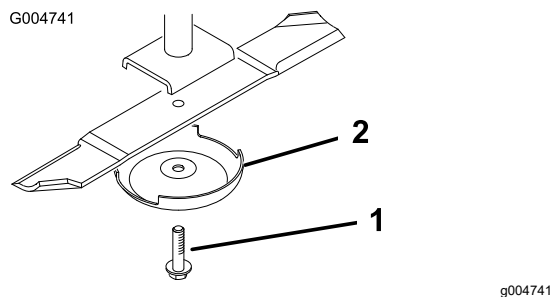

Figura 6
8. Monte as lâminas, os recipientes antidanos e os parafusos da lâmina (Figura 6).